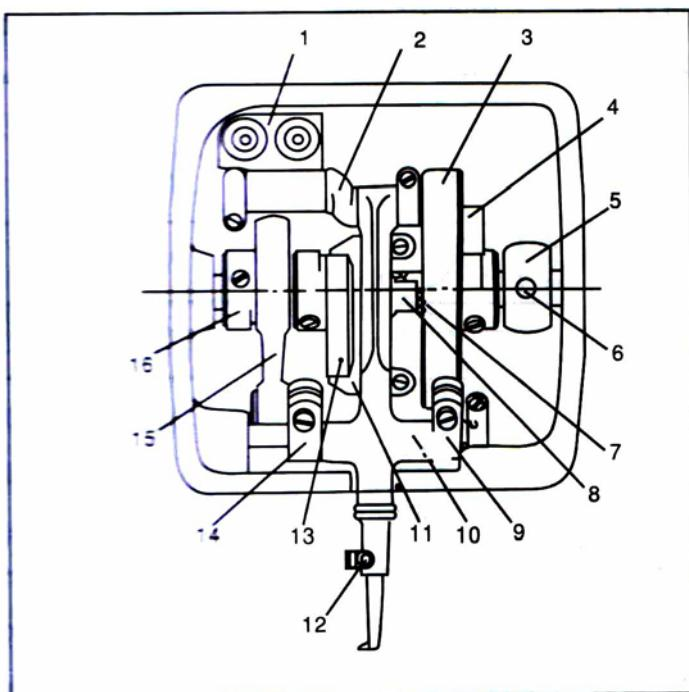
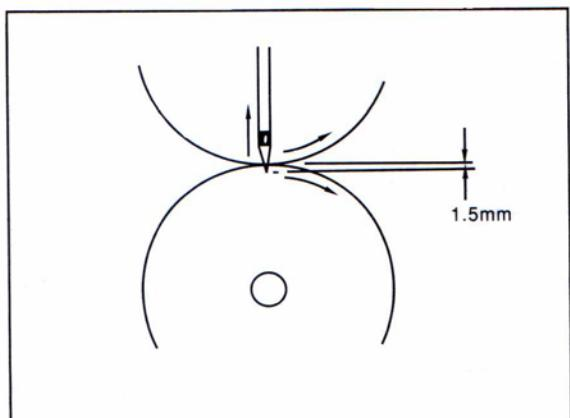
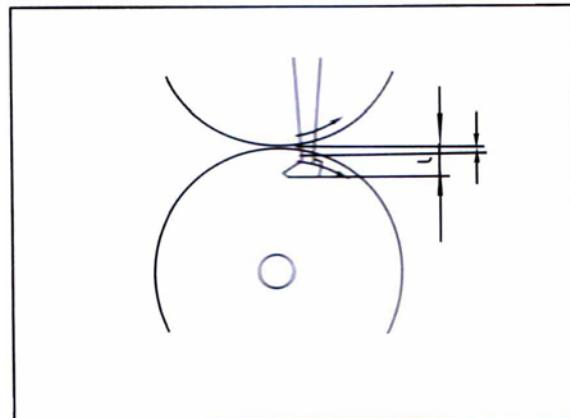
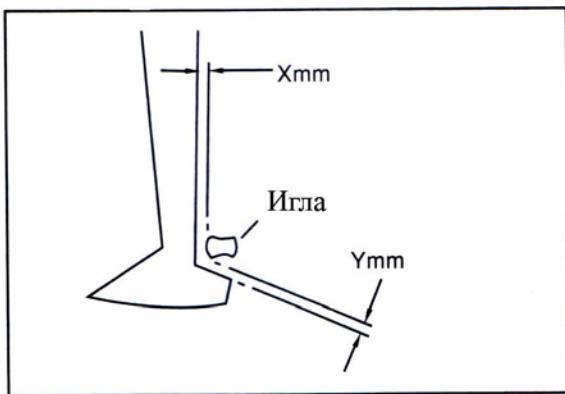

Рис. 5
Рис. 10
Рис. 11
Рис. 12
Перед регулировкой должна быть осуществлена синхронизация, грубая установка кулачка и эксцентриков. Прежде всего, поверните маховое колесо слева от машины, установите игловодитель в максимальную переднюю позицию, затем откройте крышку, осуществите грубую установку кулачка и эксцентриков в соответствии с рис. 5.
В момент, когда игловодитель возвращается, острие иглы должно выступать перед краем заднего ролика на расстояние 1,5 мм, см. рис. 10. Если требуется регулировка, то нужно ослабить крепежный винт эксцентрика на главном вале (рис. 5) и крутить эксцентрик до тех пор, пока не установите необходимую синхронизацию, затем затяните винт эксцентрика.
Когда петлитель находится в крайнем переднем положении, зазор ( $t$ ) между острием петлителя и краем заднего диска должен быть: для GP4-4,  $t=6^{+0.3}$  mm; для GP4-5,  $t=6.5^{+0.3}$  mm; для GP4-6,  $t=7.5^{+0.3}$  mm. При необходимости ослабьте винты (рис. 5), переместите петлитель внутрь или наружу и снова затяните винт (рис. 11).
1) Между петлителем и иглой должен быть зазор согласно (рис. 12) и таблицы, когда игла находится в крайнем заднем положении. Если необходима регулировка, ослабьте винт держателя петлителя (рис. 5), поверните петлитель (без перемещения наружу или внутрь, чтобы сохранить зазор между острием петлителя и краем заднего ролика).